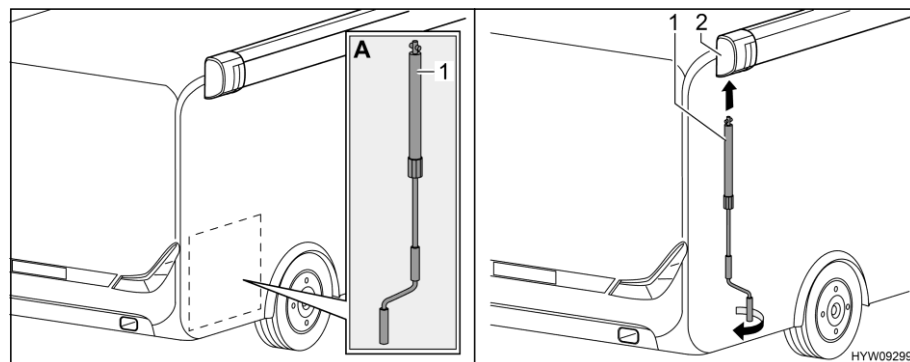

Bild 30 Kurbel anbringen
- Kurbel (Bild 30,1) aus Heckgarage nehmen (Bild 30,A).
- Kurbel in Bajonettfassung (Bild 30,2) der Markise stecken.